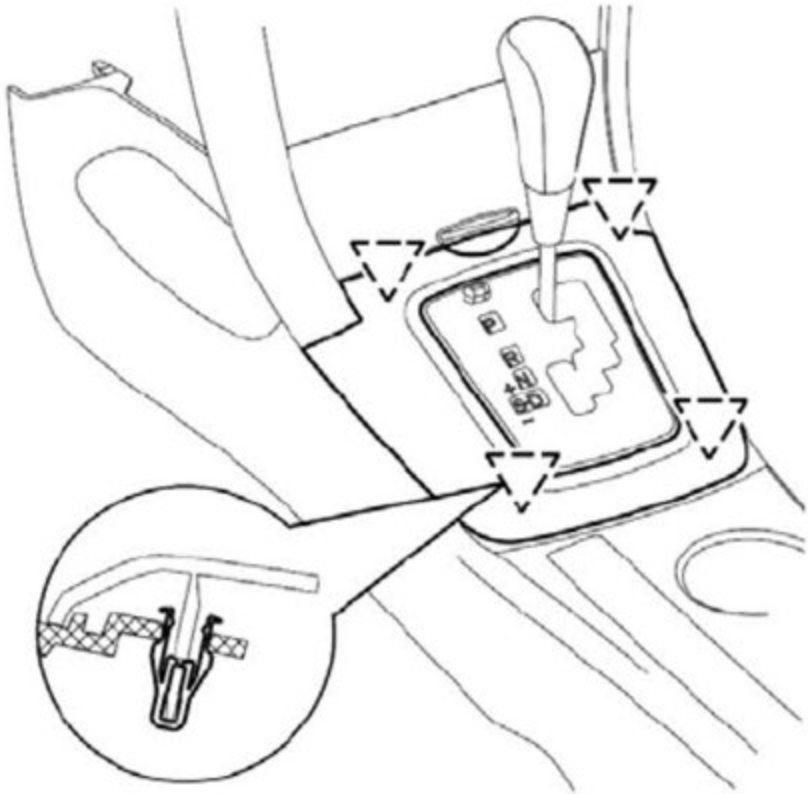

图6-2-1 换挡操纵机构盖板总成的拆卸
- (1) 先用平口螺丝刀沿换挡操纵机构盖板与副仪表板本体接触边缘小心撬起一条能放下手指的缝隙;
- (2) 用手从左右两边握住盖板总成,缓慢往上拔,直至图6-2-1中所示的四处卡脚全部拔出。再将盖板小心拿下。如图6-2-1所示;